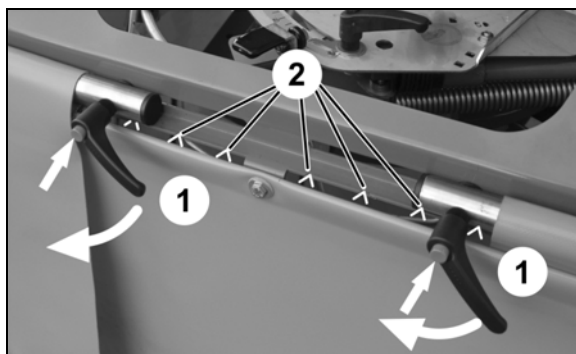

Bild 24
2. Lossa justerspaken (Bild 24/1) på båda sidor.
Använd markeringarna (Bild 24/2) för orientering.